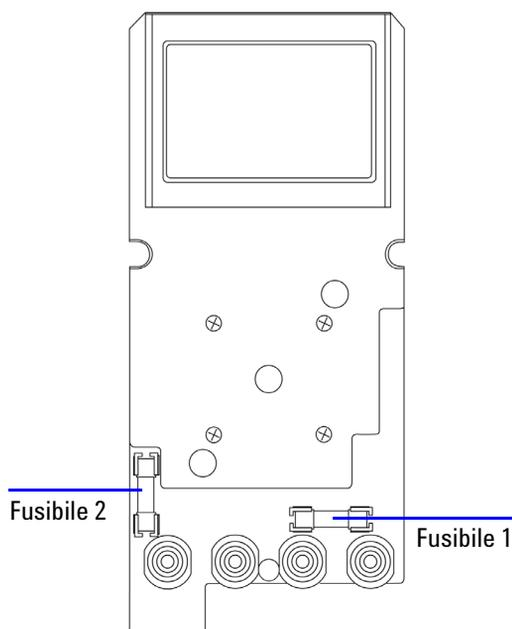

Figura 6-3 Sostituzione dei fusibili
- 4 Estrarre la scheda dei circuiti come indicato nella Figura 6-3